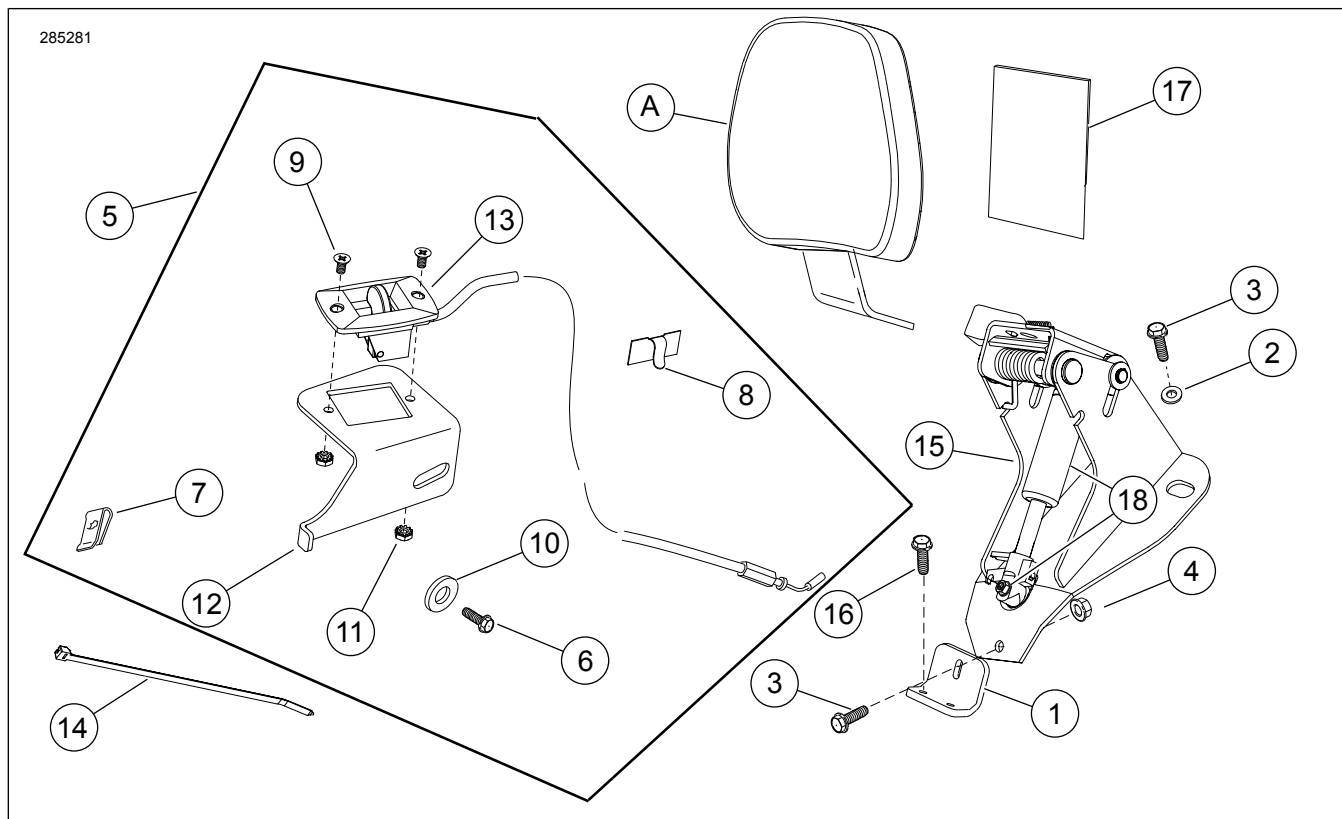

Figura 9. Componente de service: Kit componente montare spătar reglabil pentru motociclist
Consultați Figura 9 și Tabelul 1.
- A se vedea figura 9. Montați mânerul de acționare cu cablu (13) pe suportul pentru mânerul de acționare (12) cu șuruburi (9) și piulițe de blocare (11).
11. A se vedea figura 9. Scoateți din kit cleva auto-adezivă (8). Curățați cu alcool izopropilic zona plană a suportului pentru mânerul de reglare aproximativ în zona din care a fost îndepărtată cleva sârmei de bujie din plastic stoc. Atașați cleva la suport și dirijați firul bujiei și tubul evaporator (dacă este echipat) prin clevă. Îndoiți cleva în jos pentru a reține tubul în siguranță.
4. A se vedea figura 9. Scoateți din kit apărătoarea scaunului (17).